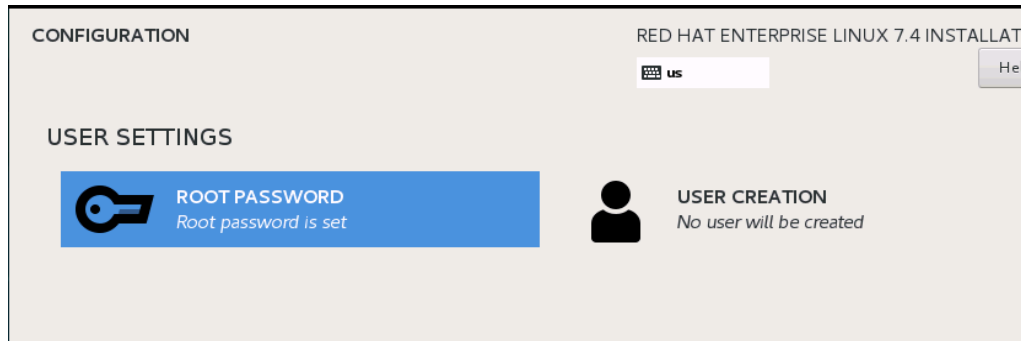

Figure 10-8. Configuration de Red Hat Enterprise Linux 7.4
8. Dans la fenêtre de Configuration (Figure 10-8), sélectionnez la langue à utiliser pendant le processus d'installation, et cliquez ensuite sur **Continuer**.